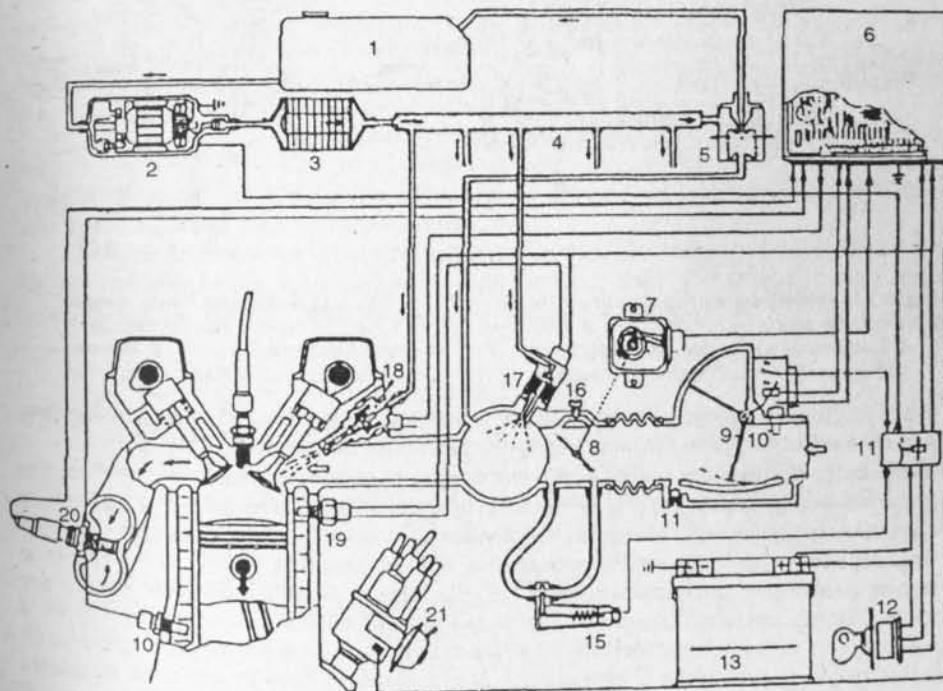

Fig. 3-10.— Sistema de inyección electrónica de gasolina L-Jetronic
Inyección electrónica L-Jetronic.— Este sistema electrónico de inyección de gasolina, llamado también multipunto, es del tipo de inyección indirecta y funcionamiento a bajas presiones y ha sido desarrollado por la firma alemana Bosch y la británica Lucas (Fig. 3-10).
Arranque en frío.— Para el arranque en frío, la sonda de temperatura (10) (Fig. 3-10) y el interruptor térmico (19) informan al calculador electrónico, para disminuir el aire aspirado por el motor e inyectar una pequeña cantidad de gasolina por el inyector de arranque en frío, con lo que se enriquece la mezcla y se consigue el rápido arranque en frío del motor.